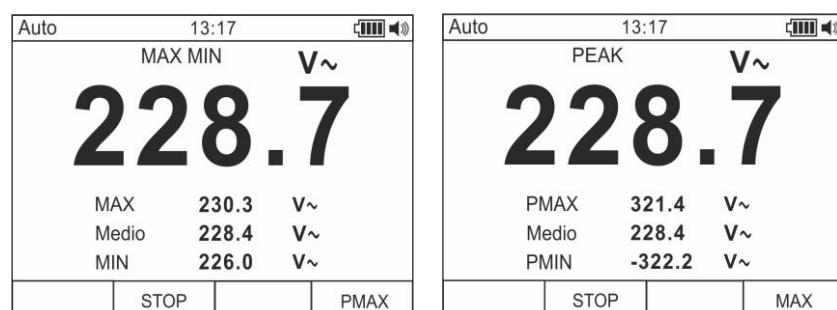

Fig. 7: Salvataggio valori PEAK
- Premere il tasto **F4** per entrare nella misura dei valori di Picco della grandezza in esame (vedere Fig. 7 – parte destra). Il messaggio “PEAK” appare a display e i valori sono aggiornati con le stesse modalità della funzione MAX/MIN